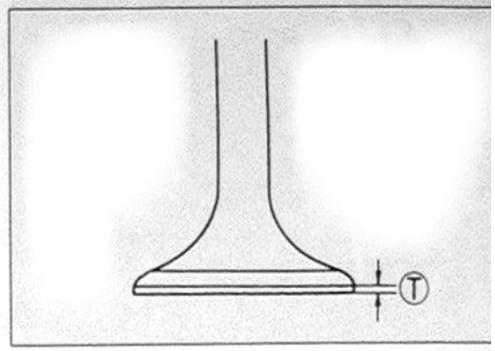

Bild 125
-  Schlag der Ventilschäfte wie in Bild 125 gezeigt messen; Verschleissgrenze 0,05 mm.